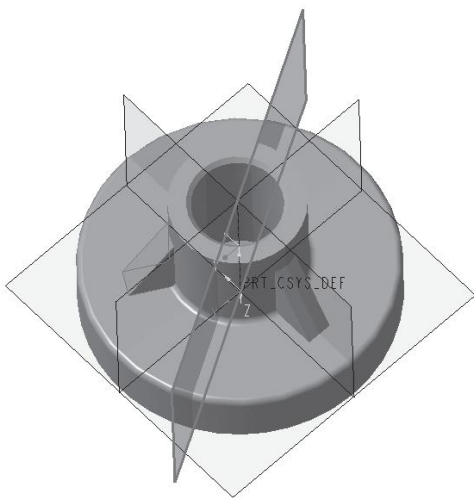

图 2-2-39 镜像平面 1
(1) 在模型树中先单击被镜像的拉伸特征，再单击“编辑”菜单管理器中的“镜像”按钮，弹出“镜像平面”菜单，单击“DTM1”平面作为镜像平面。单击“确定”按钮，效果如图 2-2-39 所示。